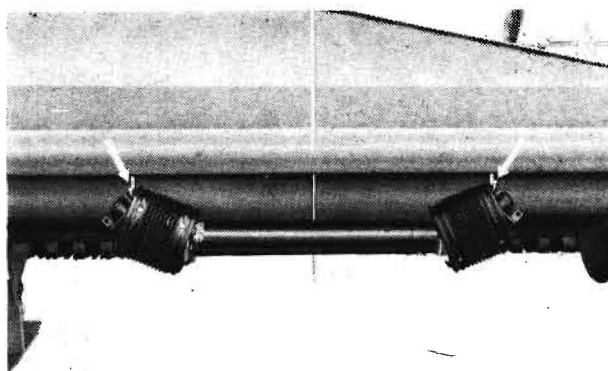

Bild 11/17
- Gelenkwelle von der Grundmaschine abnehmen und am Rahmen des Schwadverlegers einhängen (Bild 11/17).